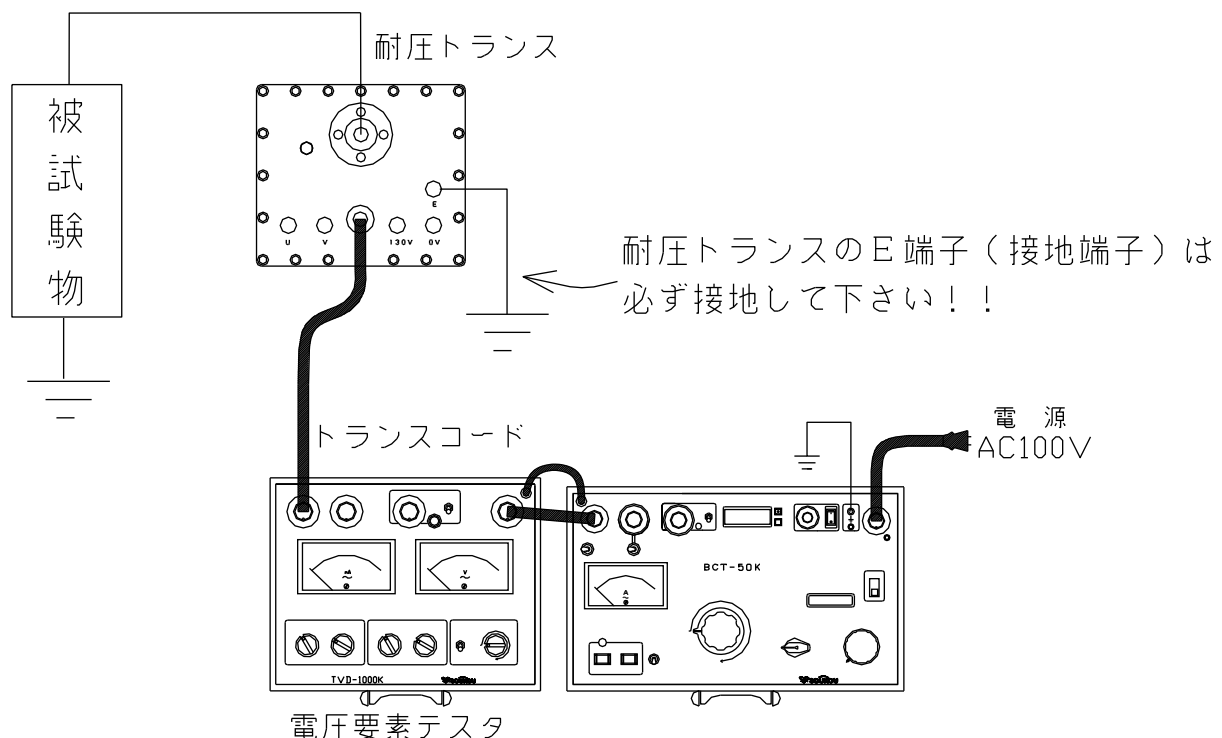

図19：試験回路図
3. 以上のような点を注意し、試験回路を構成します。（図19、20、21）